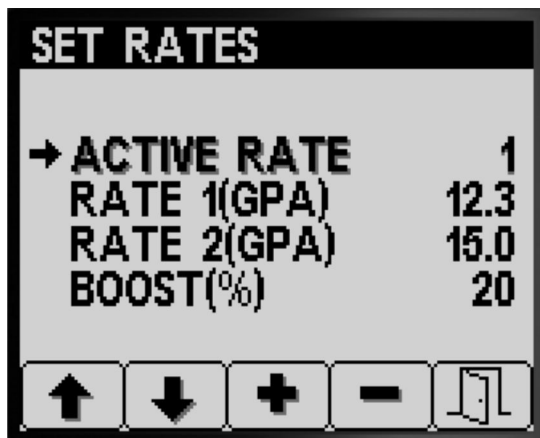

Figura 5
1. Pulse el botón 1 o el botón 2 para desplazarse a la opción CAUDAL ACTIVO (Figura 5).
2. Pulse el botón 4 para seleccionar la opción CAUDAL ACTIVO (Figura 5).
3. Pulse el botón 3 o 4 para establecer CAUDAL 1 o CAUDAL 2 como el caudal activo programado (Figura 5).